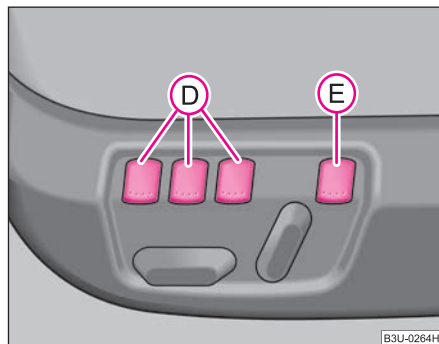

Fig. 56 Asiento del conductor: Teclas de memoria y conmutador CON./DESCON.
La memoria para el asiento le ofrece la posibilidad de memorizar la posición individual de asiento y de espejo retrovisor exterior. A cada una de las tres teclas de memoria **D** ⇒ fig. 56 se puede asignar una posición individual, es decir, tres en total. Pulsando la correspondiente tecla de memoria **D**, el asiento y el retrovisor exterior se ajustarán automáticamente a la posición asignada a esta tecla.
- **Dispositivo automático de pulsación breve de la memoria:** Estando abierta la puerta del conductor, pulse brevemente la tecla de memoria deseada (D) ⇒ página 78, fig. 56. El asiento y el retrovisor exterior se colocan automáticamente en la posición memorizada.
- **Pulsación prolongada de Memory:** Con la puerta del conductor abierta o cerrada, pulse la tecla deseada de memoria (D), hasta que el asiento y los retrovisores exteriores adopten la posición memorizada.
En caso de emergencia, puede interrumpir cualquier proceso de solicitud pulsando el conmutador de bloqueo (E) ⇒ página 78, fig. 56, pulsando brevemente una de las teclas de memoria o uno de los conmutadores de ajuste del asiento. ■